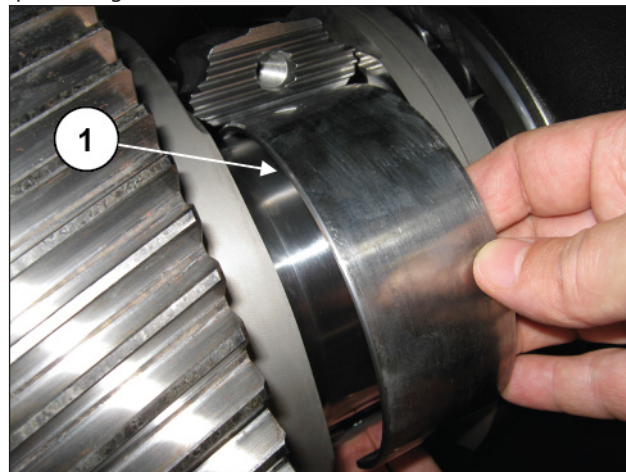

Fig. 32
Solte os três semi-rolamentos superiores das semi-bielas (pos. ①, Fig. 32).